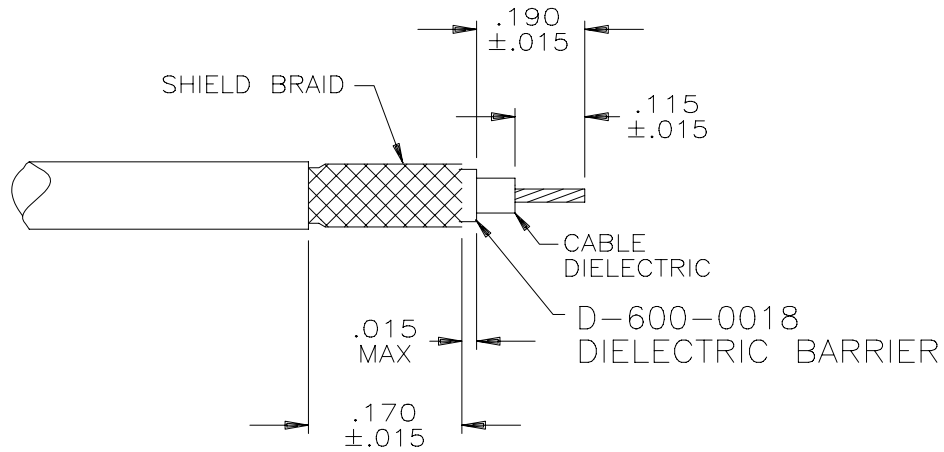

FIGURE 3.
2. SLIP THE D-600-0018 DIELECTRIC BARRIER BETWEEN THE SHIELD BRAID AND THE CABLE DIELECTRIC (FIGURE 3.)